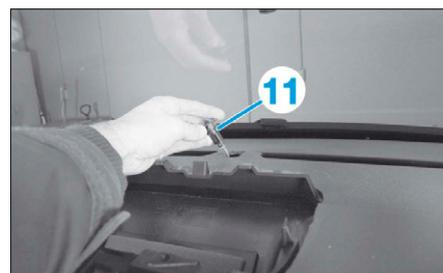

FIG. 34
- Dégrafer, débrancher et déposer le capteur de luminosité (11) (Fig.34).